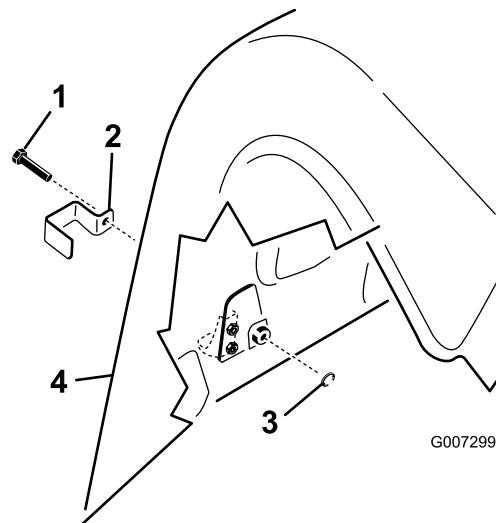

Figura 15
1. En el modelo ProCore 864, instale un soporte del enganche sobre los pestillos de derecha e izquierda del capó superior y del capó inferior de la parte trasera con un perno completamente roscado (cuatro en total) (Figura 15).
2. En el modelo ProCore 1298, instale un soporte del enganche sobre todos los pestillos del capó inferior de la parte trasera y el pestillo del capó superior exterior tanto en la cubierta trasera de la derecha como la de la izquierda con un perno completamente roscado (tres por cabezal de perforación, seis en total) (Figura 15).
3. Usando unos alicantes o una llave inglesa, rosque una arandela de seguridad interna en cada perno (1–2 roscas) para asegurar el pestillo (Figura 15).